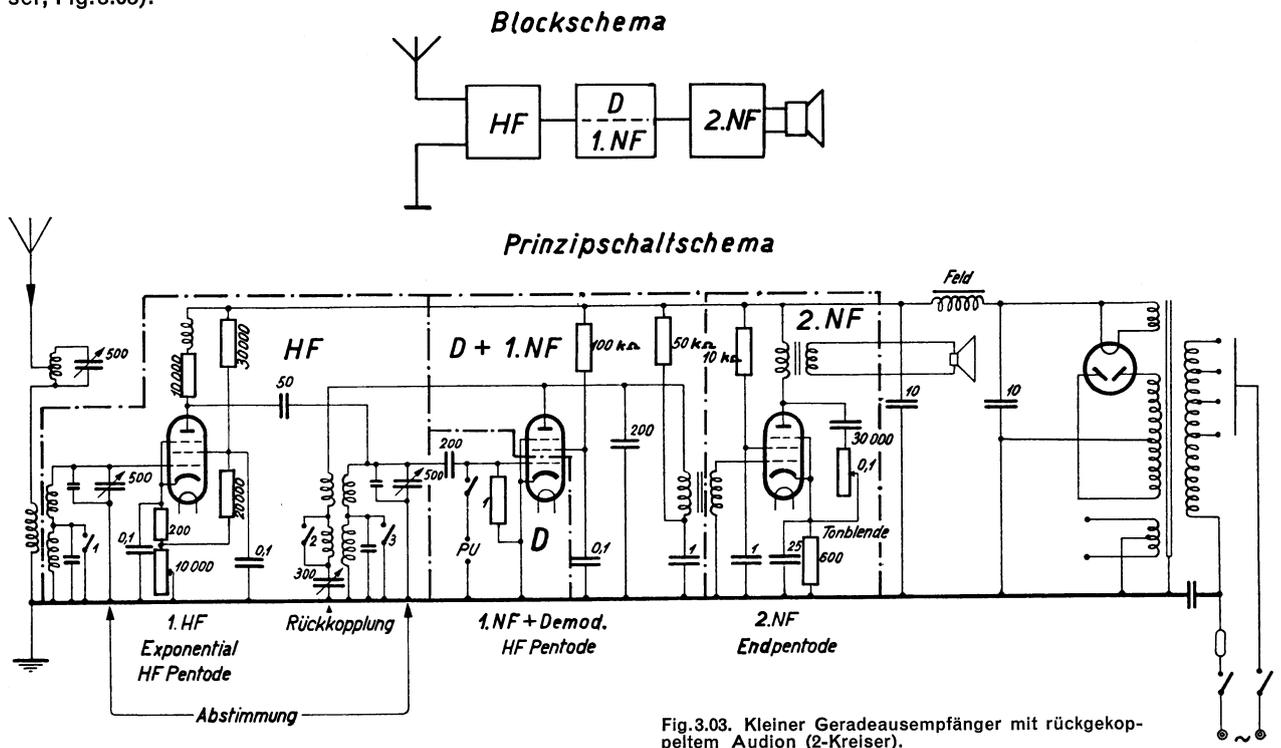

Fig.3.03. Kleiner Geradeausempfänger mit rückgekoppeltem Audion (2-Kreiser).
2. **Kleinempfänger** mit rückgekoppeltem Audion (2-Kreiser, Fig.3.03).